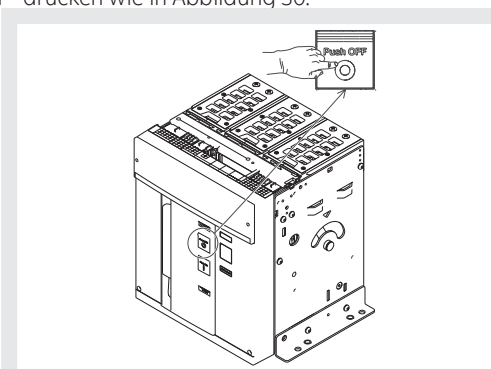

Abbildung 30
6. Ausschalten - Die Ausschalttaste "O - Push OFF" drücken wie in Abbildung 30.